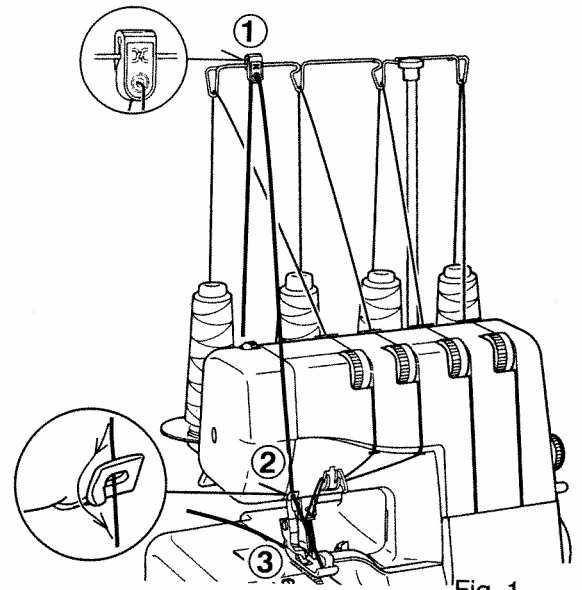

Fig. 1
1. Place a "filler" cord, such as a crochet cotton, gimp, wool, knitting yarn, or shirring elastic at the rear of the machine spool pin. Pass the cord through the cord guides (1) and (2) and then through the left needle thread guide (3). See Fig. 1.
1. Colocar un cordón "rellenador" como algodón de ganchillo, guimpe, lana, hilo de punto o hilo arrugado elástico en la parte posterior del carrete de la máquina. Pasar el cordón a través de las guías del cordón (1) y (2) y luego a través de la guía del hilo de la aguja izquierda (3). Ver Fig. 1.
Passer le fil de renfort dans les guides spéciaux (1) et (2) montés sur la coque de la machine, puis dans le passe-fil de l'aiguille gauche (3). Voir Fig.1.